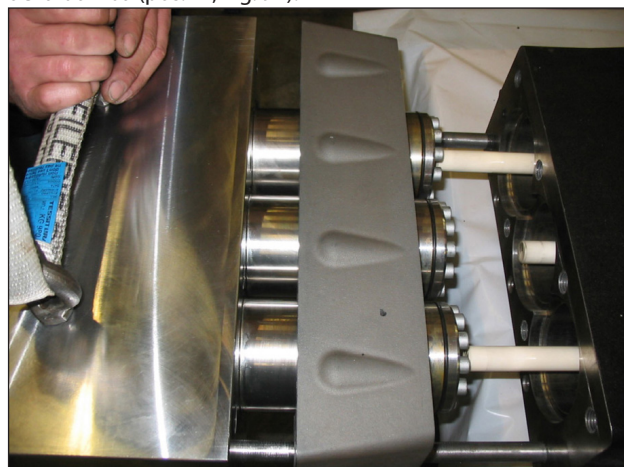

Fig. 97
Desmontar la cabeza y el distanciador de las camisas del cárter de la bomba (pos. ①, Fig. 97).